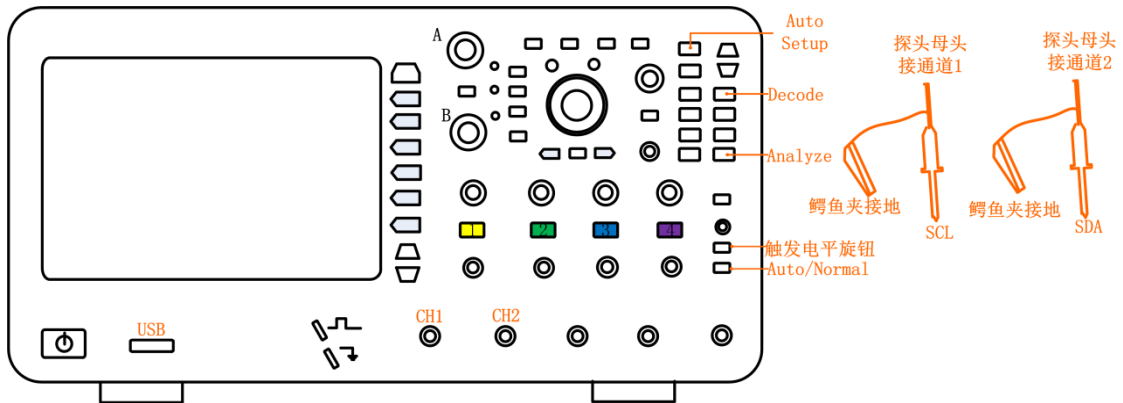

图 2.1 信号接入
- 将 I²C 的时钟和数据信号分别接到通道 1 和通道 2 中，如图 2.1 所示，点击【Auto Setup】一键捕获波形，让波形以较好的效果显示在界面；
- 点击示波器面板上【Decode】键，如图 2.1 所示，进入解码界面；
- 点击面板上的【Analyze】按键，如图 2.1 所示。